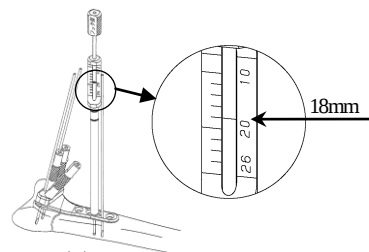

図9
- 9) 2.7コーティカルスクリュー用デプスゲージ (S) の先端フックを背側皮質に引っ掛け、スケールを読み取ります。後端持ち手には「フック側」とマーキングしてあり、この面を手前に向けてフックを引っ掛けると操作しやすくなります。（図9）